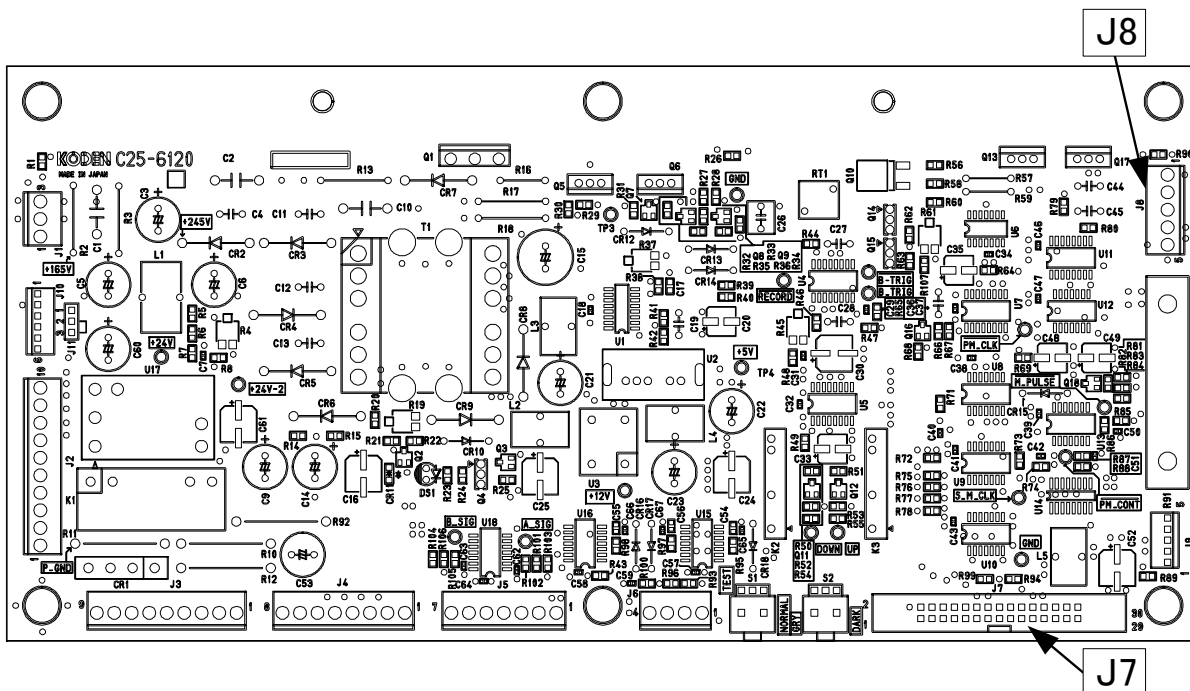

図 4.10 C25-6120 J7、J8 配置説明図
1. C25-6120 に接続されている、J7、J8 の嵌合状況を確認してください。J7 は、一度コネクターを外し、再接続してください。J8 は、ケーブルを軽く引っ張りコネクターが抜ける場合は異常です。（図 4.10 参照）